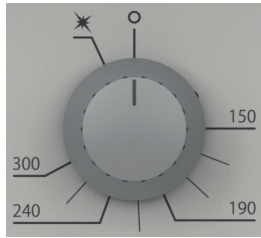

Bild 14. Die Einstellung des Drehknopfes, bei der ein völliges Absperrn des Gaszuflusses zu dem Backofenbrenner stattfindet.
- Vergewissern, ob der Drehknopf der Backofensteuerung (Bild 1, Pos 4) sich in der Lage „Brenner geschlossen“ befindet (Bild 14).
- Um den Backofen auszuschalten, den Drehknopf in die Position „Brenner geschlossen“ (Bild 14) (im Uhrzeigersinn) umgedrehen.